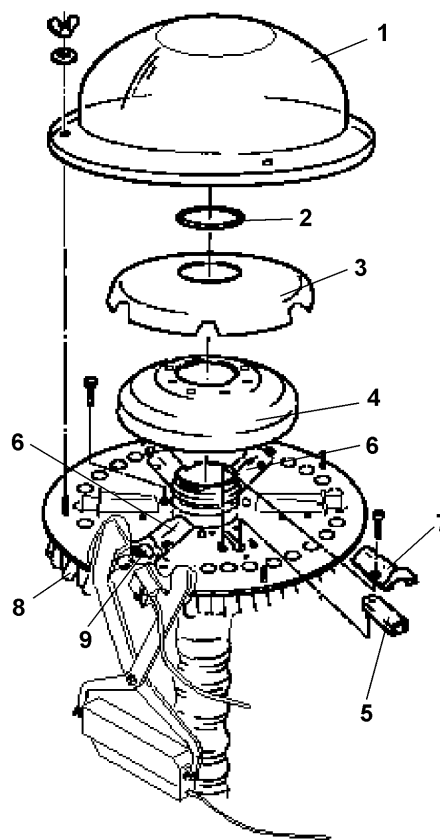

Fig. 58
Når såmaskinen leveres, er køresporsskiftet indstillet, så det passer til Deres traktor. Hvis det skulle blive nødvendigt at tilpasse køresporsskiftet til en anden traktor, skal såslangerne (Fig. 58/8) byttes om oppe ved fordelehovedet. Vær opmærksom på, at køresporsskærene tilsluttes de åbninger, som kan lukkes med spjæld (Fig. 58/9).
- Fordelehovedets ydre dæksel (Fig. 58/1)
- O-ring (Fig. 58/2)
- fordelehovedets indre dæksel (Fig. 58/3) og kunststofindsatsen (Fig. 58/4) afmonteres.
Det er muligt at montere op til 6 spjæld, hvoraf to spjæld (Fig. 58/6) bør monteres parvist over for hinanden på grundpladen. For at montere/afmontere et spjæld (Fig. 58/5) er det nødvendigt først af afmontere **skodtunnelen** (Fig. 58/7).
Ikke-benyttede spjæld (Fig. 58/5) anbringes i omvendt position i foringerne („parkerings“-stilling).